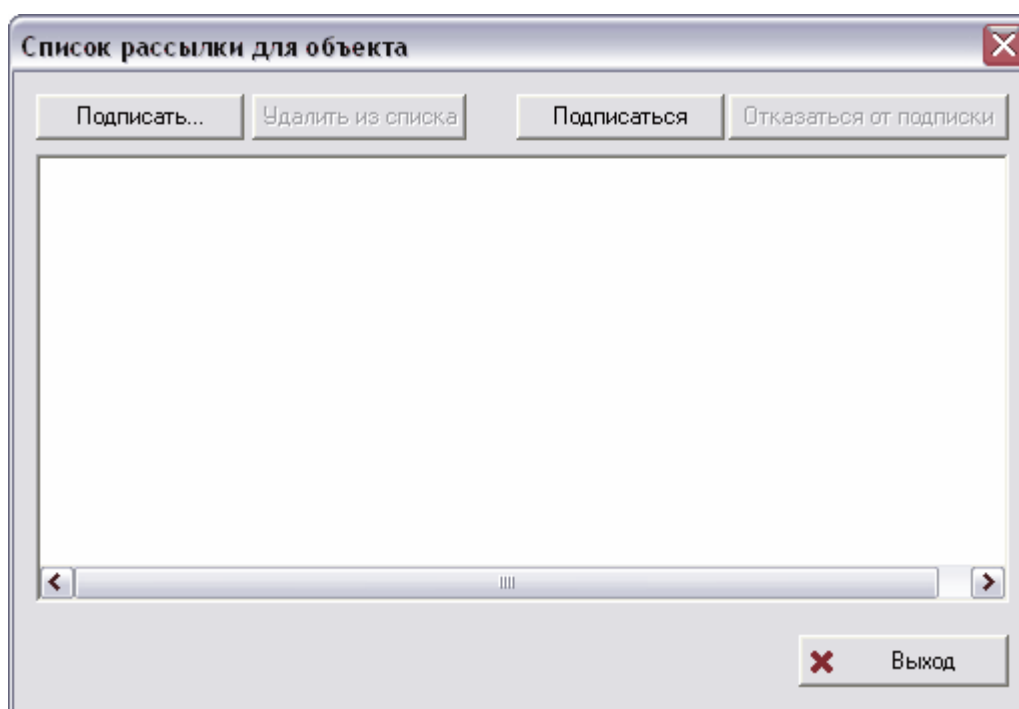

Рис. 280
1. Выберите в контекстном меню объекта пункт **Подписка**. После этого появится диалоговое окно **Список рассылки для объекта** (Рис. 280).